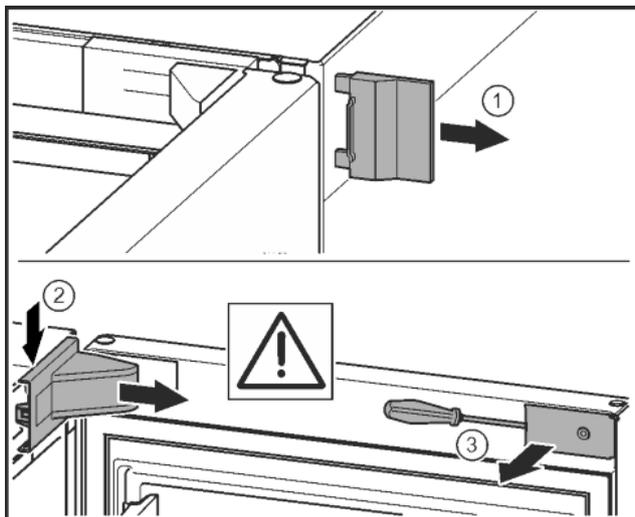

Fig. 11\*
- ▶ Снять внешнюю крышку.\* Fig. 11 (1)
- ▶ При помощи отвёртки освободить крышку опорного кронштейна и отсоединить. Снять крышку опорного кронштейна.\* Fig. 11 (2)
- ▶ Шлицевой отвёрткой вывести накладку из зацепления и отвести в сторону.\* Fig. 11 (3)